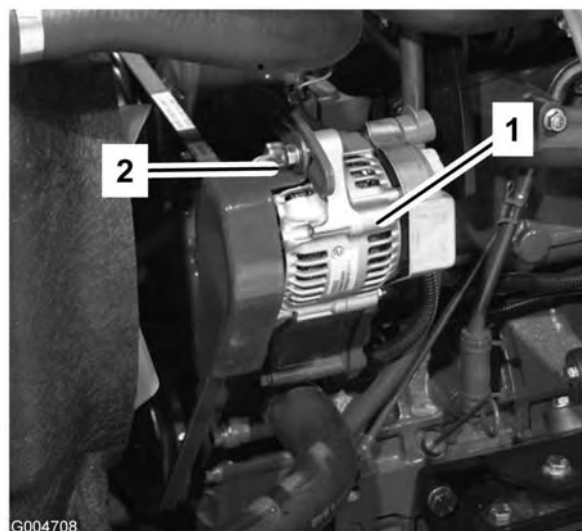

Figura 64
Controllate lo stato e la tensione delle cinghie (Figura 64) ogni 100 ore di servizio.
2. Se l'inflexione non è di 10 mm, allentate i bulloni di fissaggio dell'alternatore (Figura 64). Aumentate o riducete la tensione della cinghia dell'alternatore e serrate i bulloni. Controllate di nuovo l'inflexione della cinghia per accertare che sia esatta.